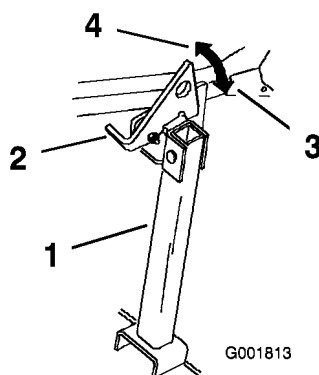

Figure 33
2. Relevez le verrou en position déverrouillée (Figure 33).